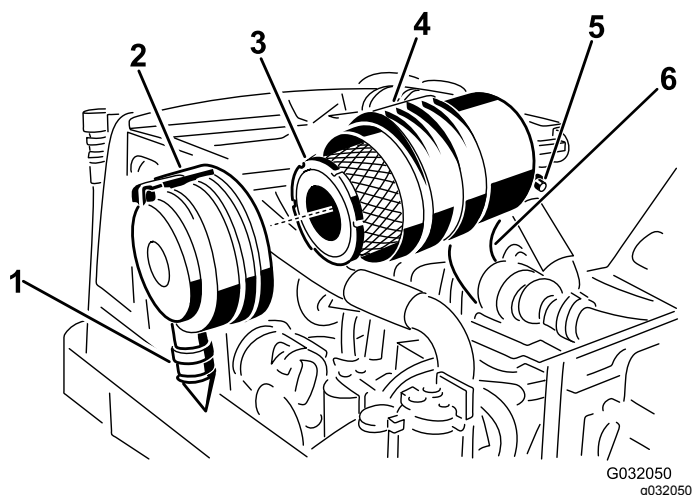

Figure 48
2. Déposez le préfiltre (Figure 48).
positions 5:00 et 7:00 heures vu de l'extrémité, puis verrouillez-le en place (Figure 48).
3. Remplacez le préfiltre (Figure 48).